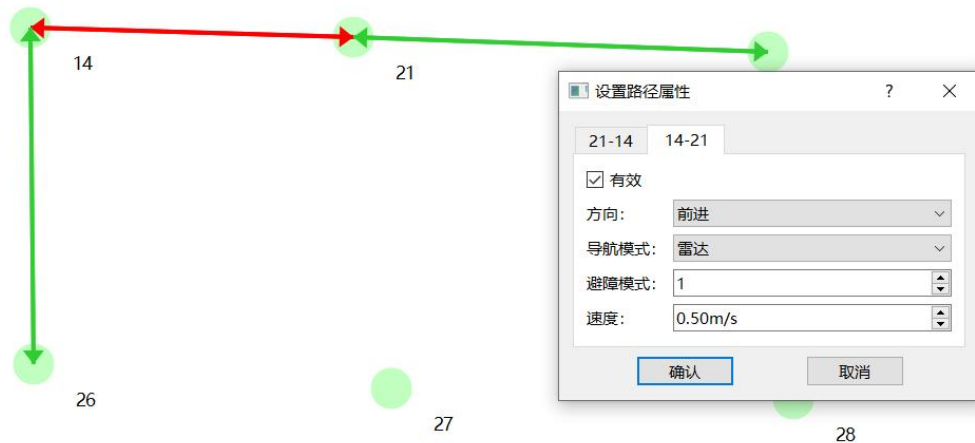

图 14
1) 配置路线：点击编辑菜单栏->选择，出现十字光标，移动到路线上，双击路线，此时弹出配置路线的参数，如图 14 所示，其中，